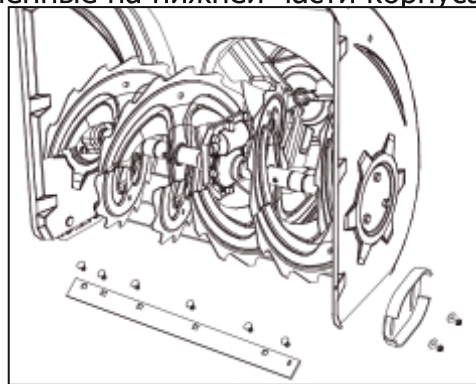

Рис.23
1. Открутите четыре болта каретки и шестигранные гайки фланца, которые крепят их к снегоочистителю. См. Рис. 23.
2. Соберите новые башмаки с четырьмя болтами (по два с каждой стороны) и шестигранными гайками с фланцем. См. Рис. 23.